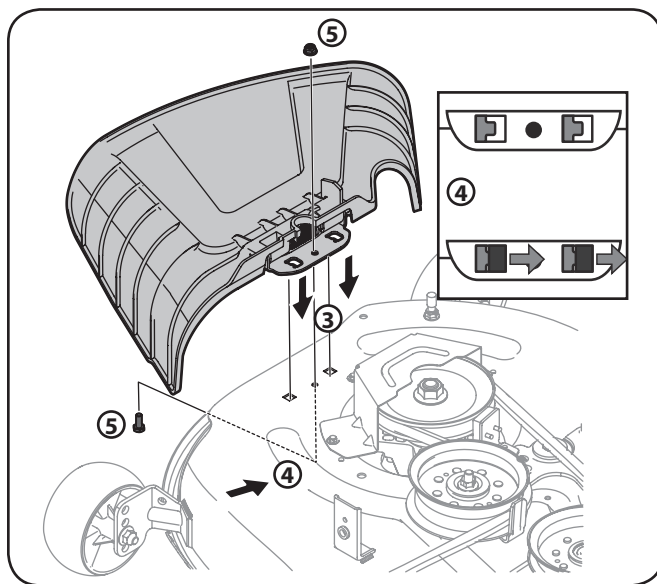

Figura 3-5
3. Coloque el deflector del canal en la cubierta, asegúrese de insertar las lengüetas del deflector del canal en los orificios de la cubierta. Vea la Figura 3-5.
4. Cuando las fichas se han instalado en la cubierta, deslice el deflector del canal hacia la parte trasera del tractor hasta que el orificio del perno en el deflector del canal se alinea con el agujero en la cubierta. Vea la Figura 3-5.
5. Fije el deflector del canal en su lugar con la tuerca de seguridad con brida y hex extraído en el paso 2. Apriete a 102-124 pulg-lbs. Vea la Figura 3-5.